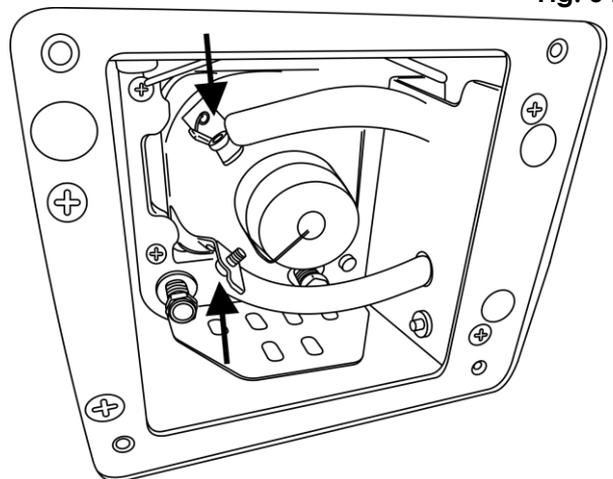

Fig. 06
- 05) Dévissez les vis et enlevez la lampe (fig. 06).
- 07) Insérez la nouvelle lampe dans le boîtier et vissez les vis (fig. 06).